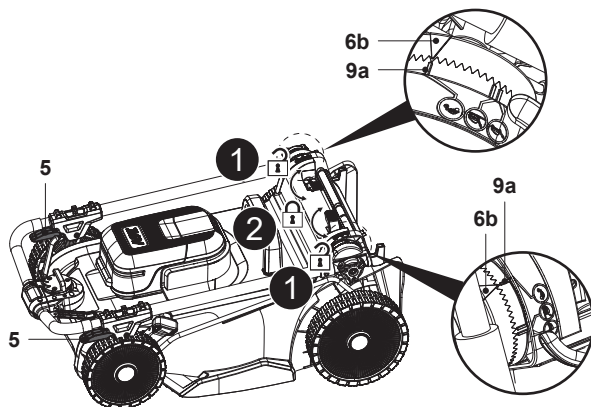

Fig. 26
- Pentru a economisi spațiu, deschide cele două manete de blocare (5) și introdu mânerul superior până la capăt, strânge conexiunile (5, 8) și asigură-te că triunghiul indicator (6b) este aliniat cu indicatorul de parcare (9a) pentru a evita extinderea (fig. 26).